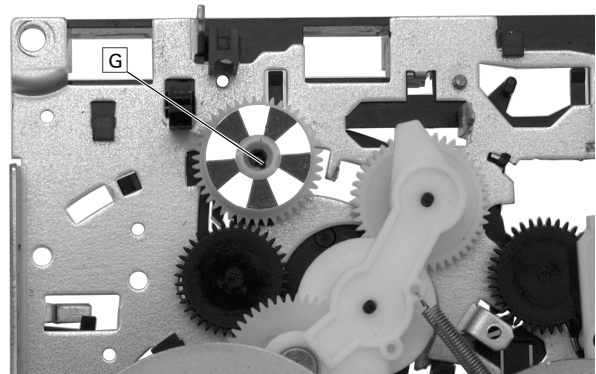

Fig. 30
- Rastnase [G] austrasten und Reflexlichtscheibe abziehen (Fig. 30).
- Disengage catch [G] and pull off reflex light barrier (Fig. 30).